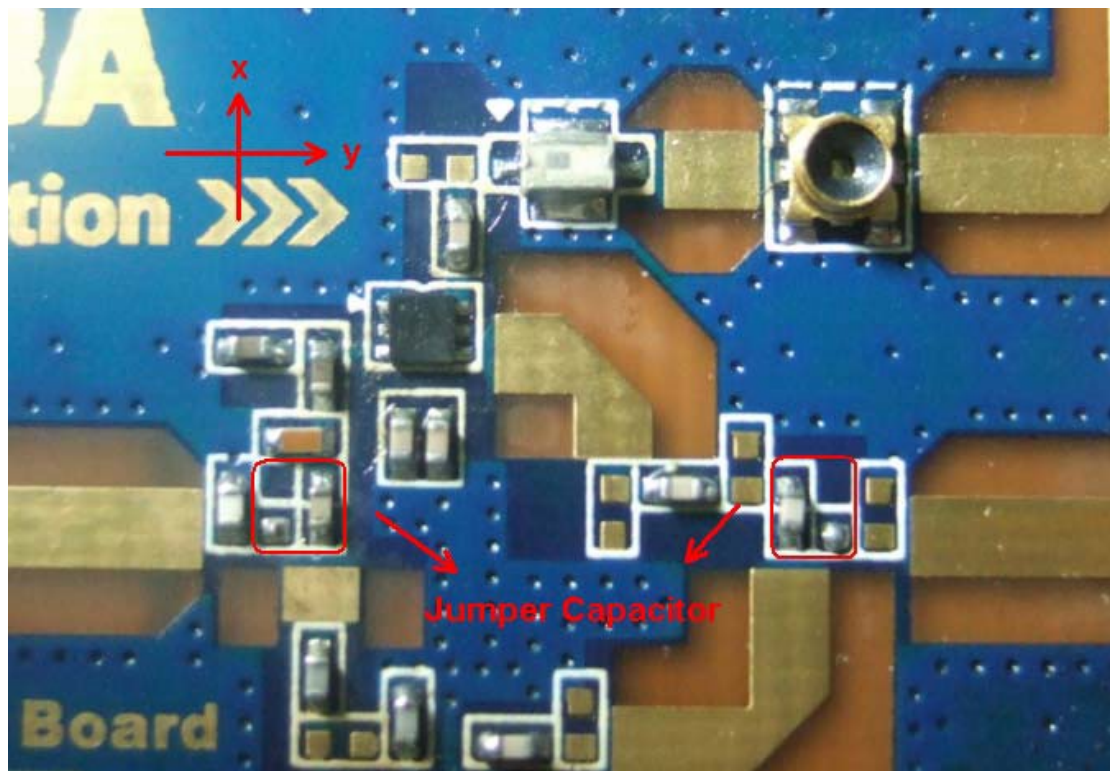

Fig 8: 射频跳线电容配置
*TC32168/9 Nezza Evaluation Board*的射频测试端口可分为芯片端端口和天线端端口。端口的选择可以通过射频发射电路和接收电路的跳线电容焊接方向所决定。如下图8所示，当跳线电容的焊接方向与图中X轴方向一致时，测试端口为芯片端端口；当跳线电容的焊接方向与图中Y轴方向一致时，测试端口为天线端端口。